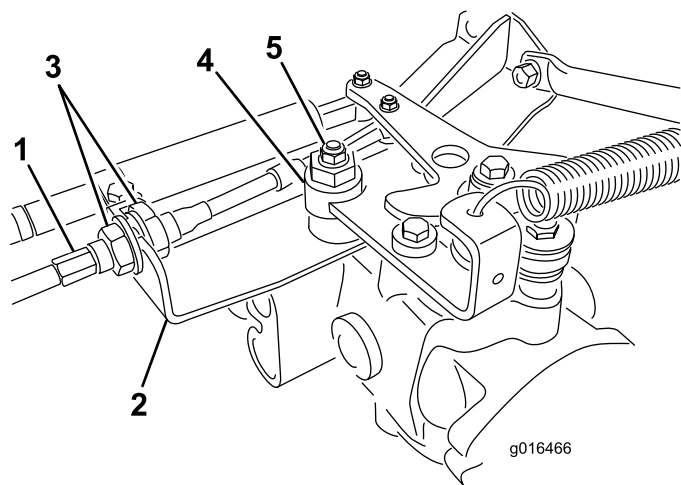

図 46
- A. 走行ケーブルを油圧トランスミッションのバルクヘッドに取り付けているジャムナット 図 46 を両方ともゆるめる。調整ができるよう、ジャムナットは十分に、また均等にゆるめること。
注 偏芯ナットをトランスミッション上部に止めているナット図 46をゆるめる。
- E. 調整ができれば固定ナットを締める図 46。
- G. バルクヘッドのそれぞれの側から、ロックナットを均等に締め付けて、ケーブルを固定する図 46。ケーブルをねじらないように注意すること。